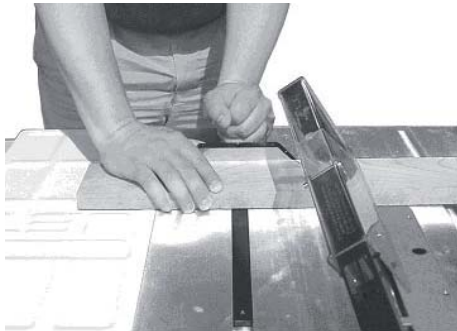

Рис. 34
- Косой распил – это особый тип распиловки, при котором угол наклона пильного диска составляет менее 90° с рабочей поверхностью стола (рис. 34).